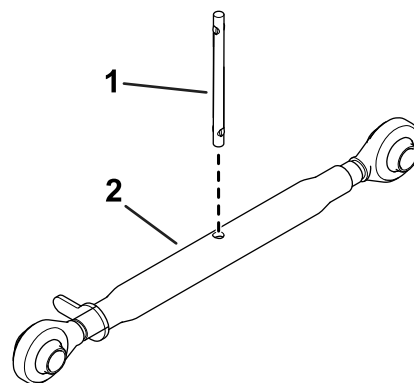

Рисунок 5
1. Установите стержень на верхнюю тягу (Рисунок 5).